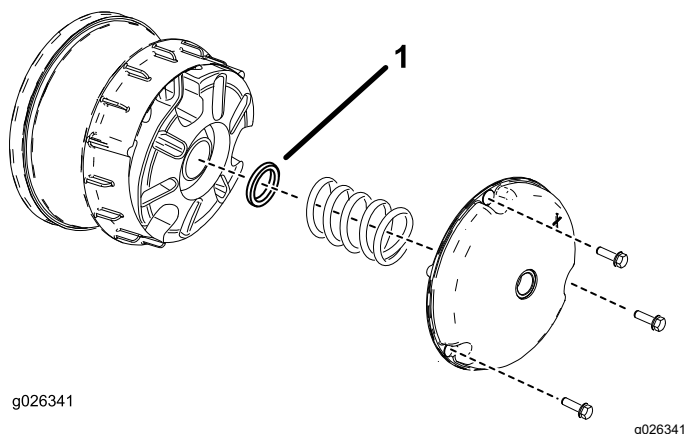

Figura 59
2. Retire os parafusos que prendem a cobertura principal da embraiagem como se mostra na Figura 59.